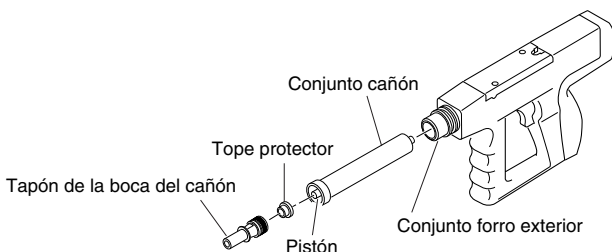

Figura 3 - Separación del conjunto cañón de la caja
5. Retire el tope protector de la boca del cañón (vea la Figura 3).